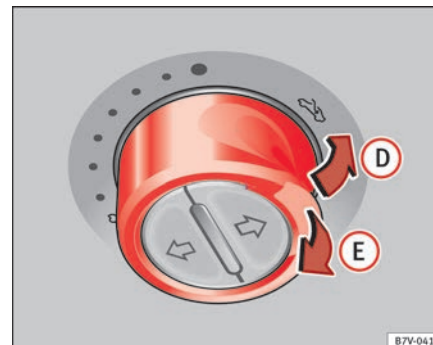

Abb. 59 Im Dachhimmel: Schalter drücken und ziehen zum Ausstellen und Schließen.
⇒ Abb. 59
- *Panorama-Schiebedach*: Innerhalb von etwa 5 Sekunden nach dem Auslösen der Kraftbegrenzung den Schalter hinten so lange ziehen ⇒ Abb. 59 (Pfeil E), bis das Panorama-Schiebedach vollständig geschlossen ist.